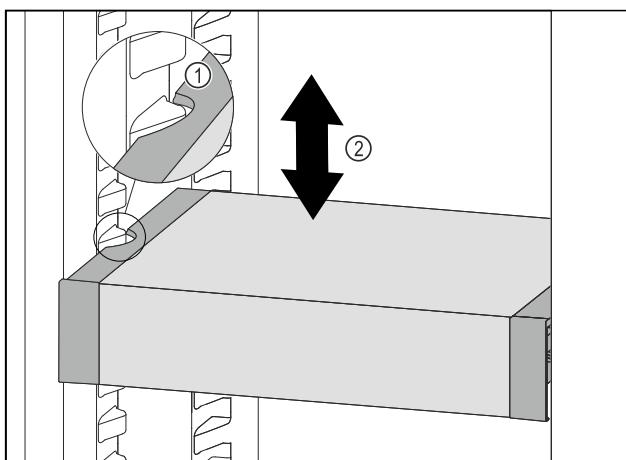

Fig. 151
- ▶ 向前移动 VarioSafe，直到 VarioSafe 两侧的凹槽与冷藏区中的容器肋梁持平。Fig. 151 (1)
- ▶ 在冷藏区中向上或向下移动 VarioSafe，直至所需高度。Fig. 151 (2)